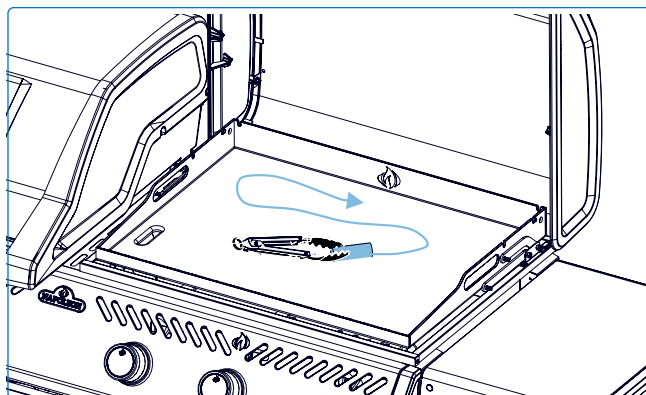

Fig. 12
6. En utilisant des gants résistants à la chaleur et des pinces à long manche avec un essuie-tout, étalez l'huile finement et uniformément sur toute la surface (**fig. 12**).